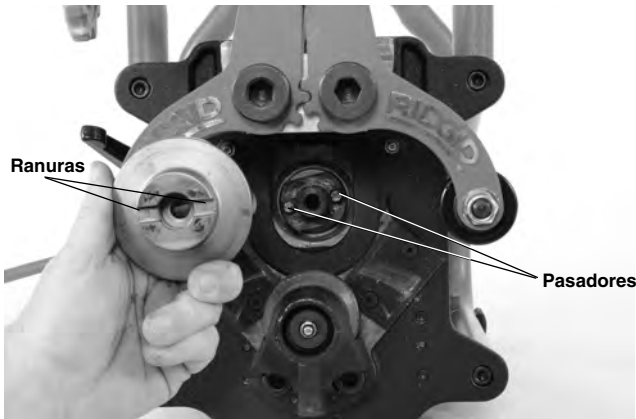

Figura 25B – Cambio del cabezal cortador
5. Cuando cambie el cabezal cortador, asegure que quede asentado ortogonalmente sobre el husillo. Las ranuras en el cabezal cortador tienen que enganchar con los pasadores (Figura 25B). Apriete bien el tornillo de casquete hexagonal, usando la llave hexagonal y la llave inglesa que se incluyen.